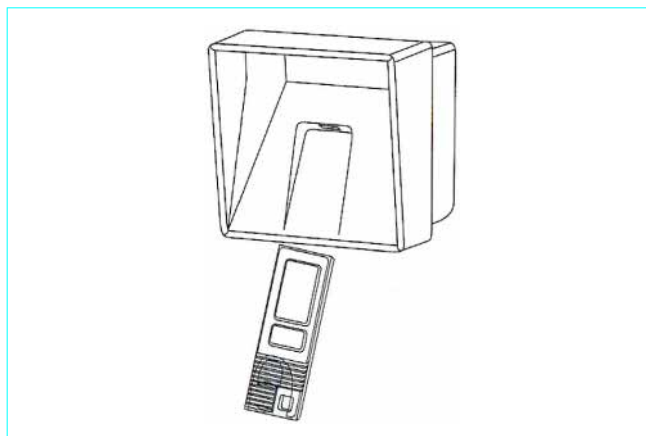

Figure 15 – Clé magnétique
■ Le système à **clé magnétique** (figure 15) est intéressant, car les clés mêmes peuvent se coder à l'aide de mini-aimants, ce qui permet de les recoder en cas de perte ou de vol sans changer d'éléments. Les clés magnétiques sont plus robustes car il suffit d'appliquer la clé sur le support pour déclencher l'ouverture. Ce geste évite une usure prématurée de la clé. Ce système est utilisé pour des fermetures collectives de moyenne importance.